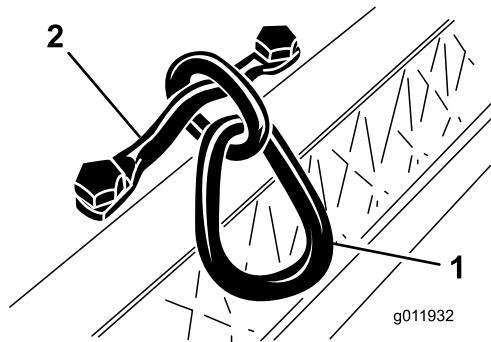

**Figure 4**
Montez le maillon excentré (Figure 4) sur le haut du plateau de coupe avec (2) vis à tête. Serrez les vis à tête à un couple de 34 à 40 Nm. Le crochet du maillon excentré doit être orienté vers l'avant.